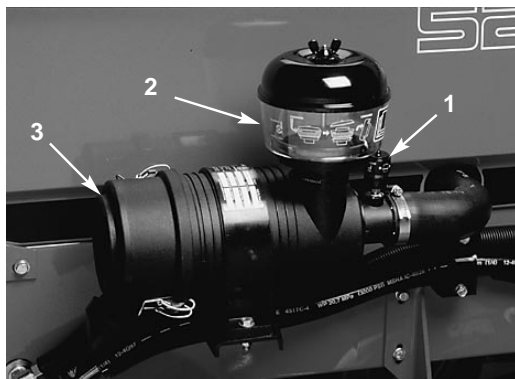

Bild 37
2. Warten Sie die Filter immer dann, wenn die Luftfilteranzeige (Bild 37) auf Rot steht, sonst alle 400 Stunden (unter extrem staubigen oder schmutzigen Bedingungen häufiger). Sie dürfen Luftfilter nicht zu häufig warten.
WARTUNG DER VORFILTERSCHALE (Bild 37)
WARTUNG DES LUFTFILTERS (Bild 37)